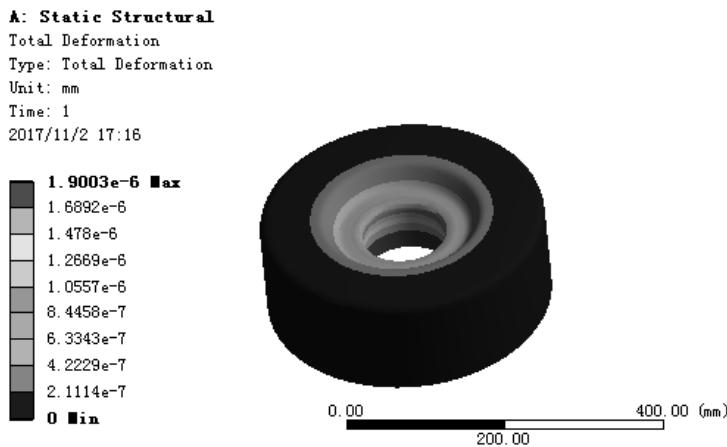

图 7.4.8 位移变形结果图解
(3) 查看位移变形结果图解。在“Outline”窗口中选中 Total Deformation，查看图 7.4.8 所示的位移变形结果，其最大位移为 1.9003e-6mm。